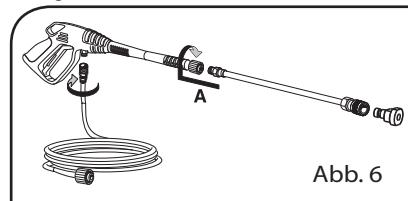

Abb. 6
2. Den Hochdruckschlauch an die Sprühpistole anschließen. Das Zubehöerteil gegen den Widerstand der Feder in das Verlängerungsstück der Pistole einsetzen und bis zur Sperrposition drehen (Abb. 6). Einfügen Sie bitte die Düse (Abb. 2A).